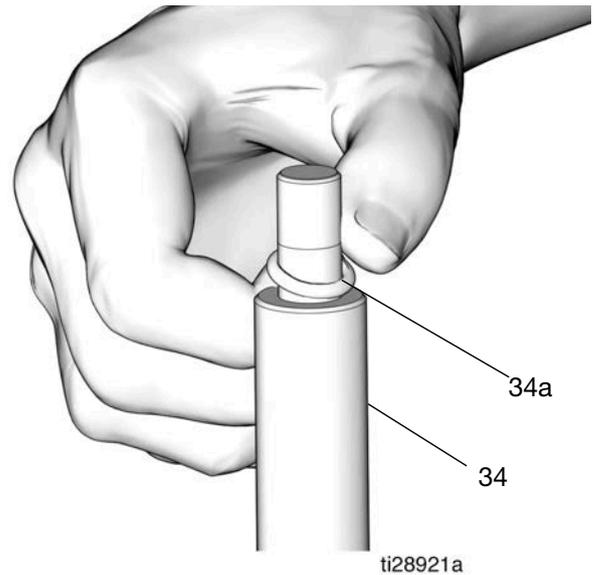

FIG. 24
21. Utilisez un extracteur de joint torique pour retirer le joint torique (34a) de la tige de piston (34) (FIG. 24).